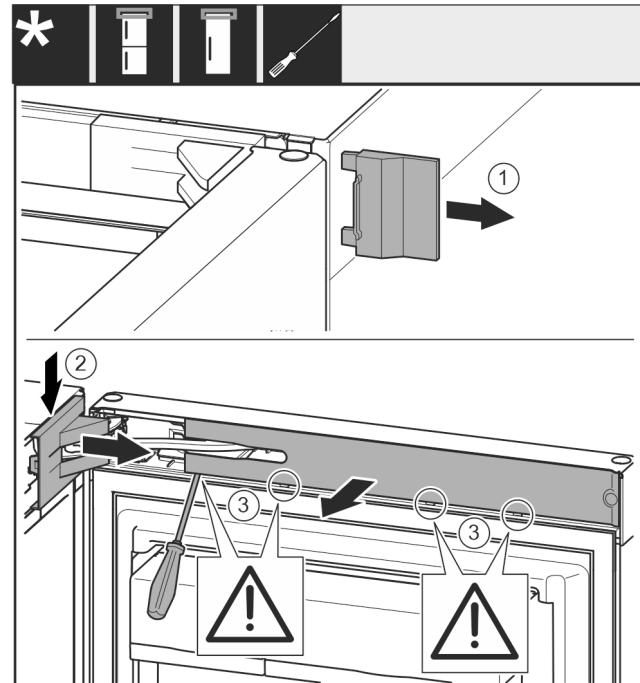

Fig. 8
- Свалете външния капак. Fig. 8 (1)
- Освободете и развийте капака на лагерната стойка. Свалете капака на лагерната стойка. Fig. 8 (2)
- Освободете капачката с плоска отвертка и я завъртете настрани. Fig. 8 (3)